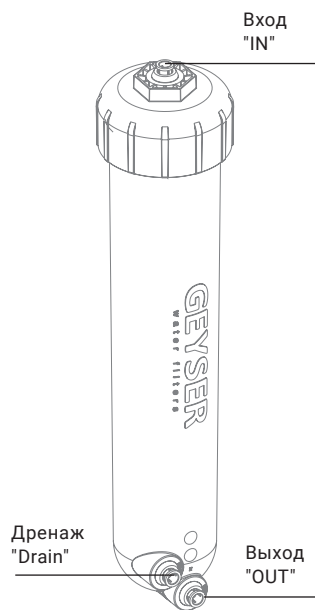

Рис. 28
7. Подключите трубки к корпусу мембраны (см. раздел «Присоединение трубок» (стр. 9)), соблюдая последовательность их подключения к корпусу (вход – «IN» / выход – «OUT»/дренаж – «Drain») (рис. 28). Каждую стопорную клипсу зафиксируйте на цанге, с которой она была снята.